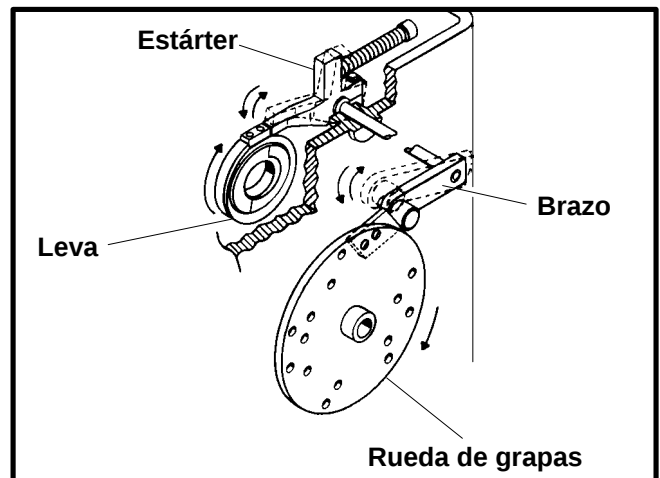

Figura 18
(B) La rueda de grapas, la cual se maneja con la cadena por la rueda de medición, activa el estárter, el cual ha asegurado la leva en la posición de frenado. Vea la Figura 18.